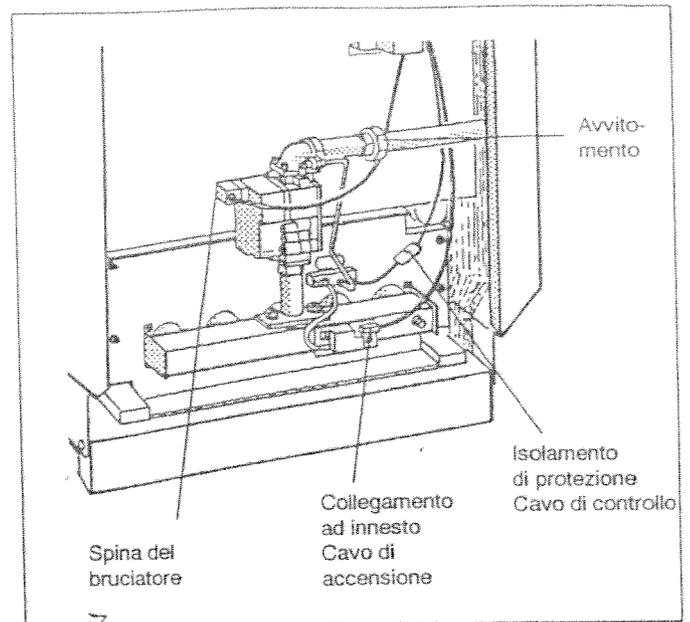

Fig. 29: Bruciatore di gas con apparecchiatura "BM" 762-012
- Separare il bruciatore dalla linea di alimentazione in corrispondenza dell'avvitamento (Fig. 29).
- Allentare la vite della spina del bruciatore ed estrarre la spina del bruciatore (Fig. 29).
- Allentare il collegamento ad innesto in corrispondenza dell'elettrodo di accensione (Fig. 29).
- Rimuovere l'isolamento di protezione dal cavo di controllo (Fig. 29) e staccare il collegamento ad innesto.